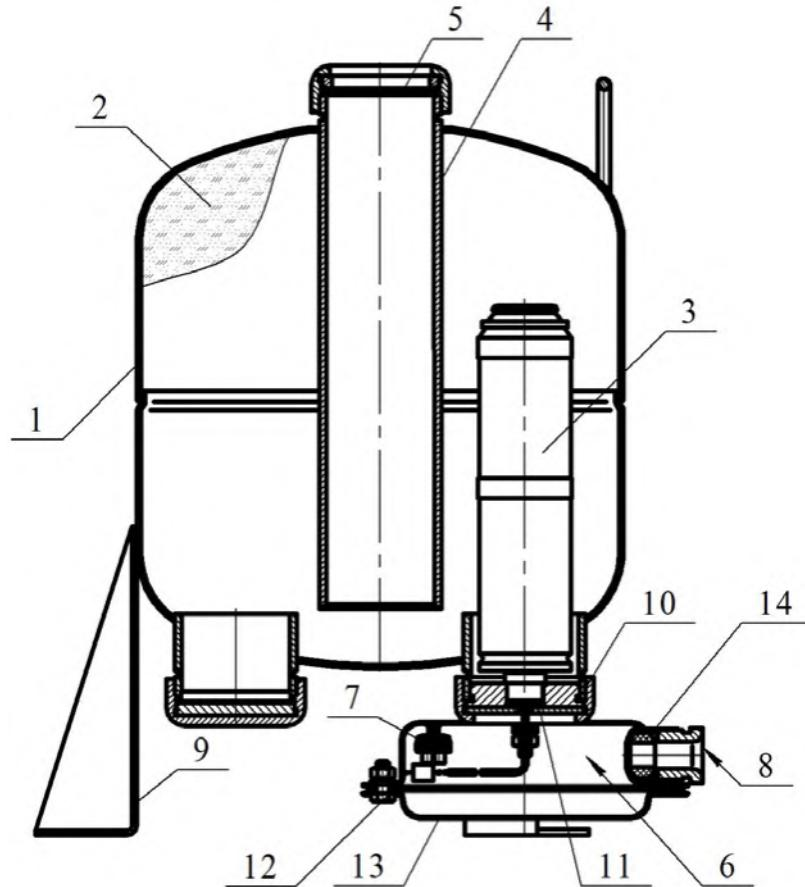

Рисунок 1
МПП (см. рисунок 1) состоит из корпуса **1**, в котором размещаются огнетушащий порошок (ОП) **2** и источник холодного газа (ИХГ) **3**. В верхней части корпуса находится насадок-распылитель **4**, который также выполняет функцию сифонной трубки при выпуске ОП из корпуса. Выходное отверстие насадка-распылителя перекрыто мембраной **5**. Соединительные провода элемента электропускового ИХГ выведены в коробку **6** через герметизированный узел в корпусе МПП, обеспечивающий требуемую (не ниже IP67) степень защиты от внешних воздействий. Наружные концы проводов элемента электропускового скручены и опломбированы. Присоединение их к зажиму контактному винтовому **7**, установленному в коробке **6**, производится при монтаже. Электрические зазоры и пути утечки между неизолированными токоведущими частями (контактных зажимов и проводников) составляют 3 мм. Монтажный кабель через кабельный ввод **8** входит в коробку **6** и подключает-
2.1.3 Через резиновую прокладку 12 (см. рисунок 1) на корпус МПП установить крышку 13 и закрепить соединение гайками.